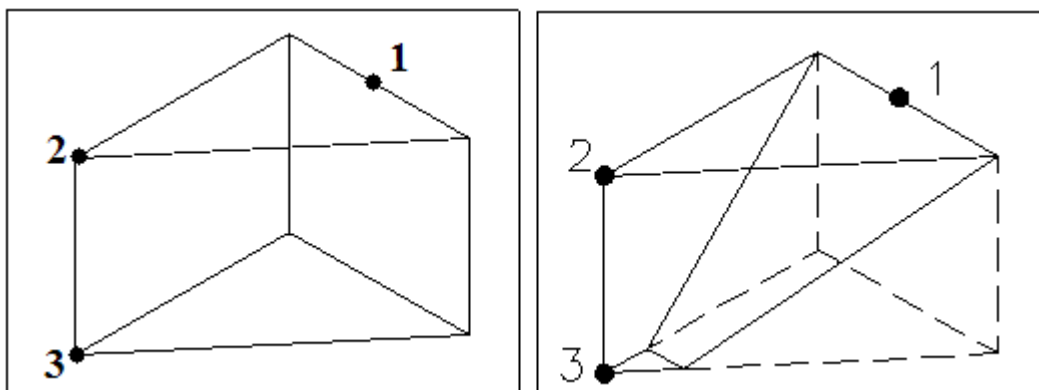

Рисунок 38 - К заданию 3.2.15
3.2.15 Создать трехмерный объект и свести верхнюю грань, заданную точкой 1, на конус под углом 45° , в качестве базовых точек указать 2 и 3 (рисунок 38).